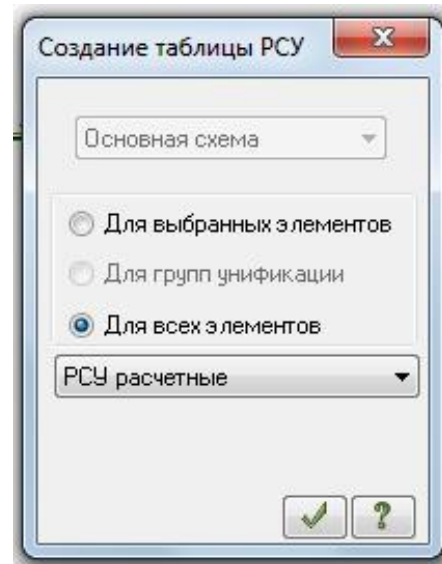

Рис. 2.37. Диалоговое окно Создание таблицы элементов
- В диалоговом окне Создание таблицы элементов выберите Для всех загружений (рис. 2.37).